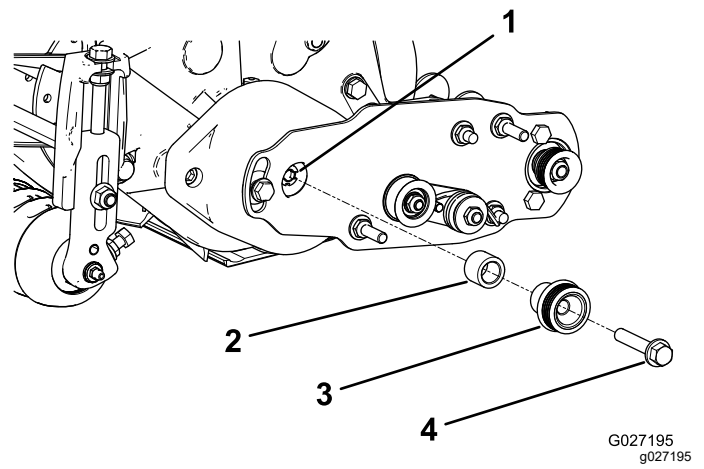

图 15
1. 将隔片插入轴承座的轴中 图 15。
2. 将驱动皮带轮插入隔片和驱动轴 图 15。
3. 用一个凸缘头螺栓 $\frac{3}{8} \times 2$ 英寸将皮带轮和隔片固定到驱动轴上请参阅 图 15。